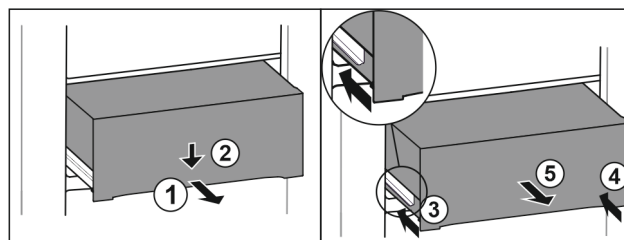

Fig. 103
- ▶ Træk skuffen halvt ud. Fig. 103 (1)
- ▶ Tryk skuffen ned på forsiden. Fig. 103 (2)
- ▶ Skub venstre skinne ca. 2 cm ind. Fig. 103 (3)
- ▶ Skub højre skinne ca. 2 cm ind. Fig. 103 (4)
- ▶ Tag skuffen ud fremefter. Fig. 103 (5)